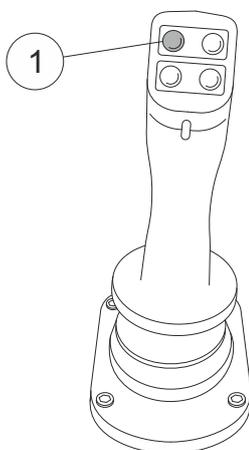

Fig. 95 Desconexión del freno de retención de la corona de giro
- 1 Presione el botón (1, Fig. 95) de la palanca de control izquierda.